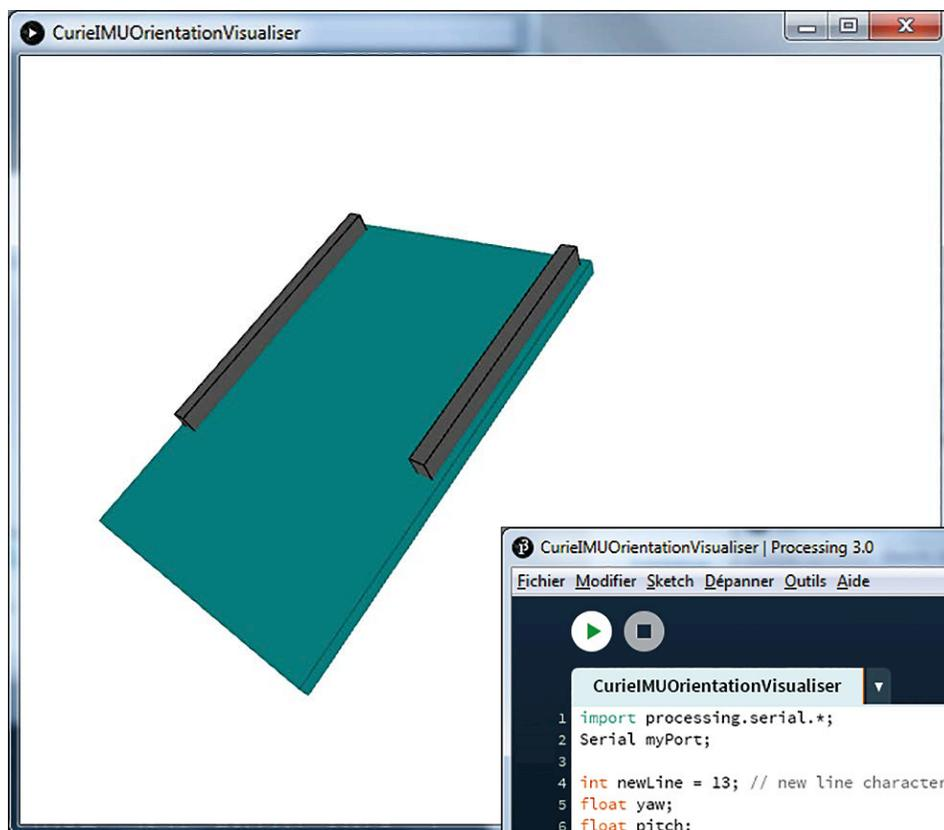

Bild 3. Eine grobe 3D-Ansicht von Genuino 101 in Processing. Die Einstellung der seriellen Schnittstelle war nicht so einfach wie der Kommentar im Code vorgab.
*Arduino Serial Monitor* erhielt ich Daten vom 101, als ich ihm das Zeichen „s“ schickte. Aber Processing erhielt nur Nullen. Etwas Debugging enthüllte, dass das Setzen der COM-Port-Anzahl im Processing-Sketch etwas komplexer ist, als das Tutorial meint. Ich empfehle auf jeden Fall zuerst das Beispiel *serial port number* [6] auszuführen. Demnach hatte ich die Zahl auf 0 gesetzt, dem **Index** von COM2 in der Liste auf meinem Computer. Jetzt bekam ich es zum Laufen. Drehen des Boards drehte auch das Bild des Boards in Processing. Das war cool. Das Bild ist zwar nicht perfekt, doch genügt es für eine Vorstellung (**Bild 3**).